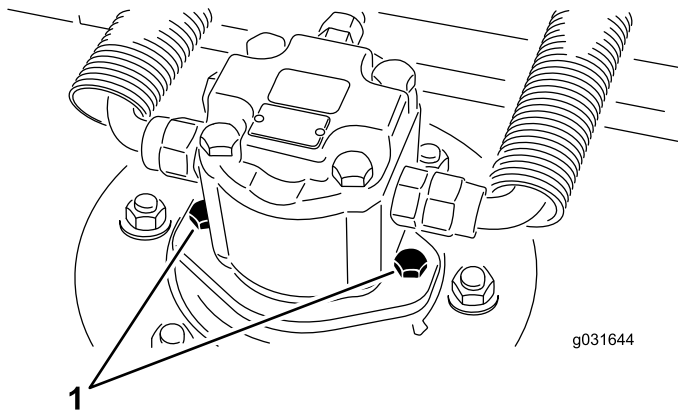

Figura 69
2. Scoatei uruburile de montare a motorului hidraulic i deconectai i scoatei motorul hidraulic din unitatea de tăiere (Figura 69).
4. Folosind uruburile de montare a motorului hidraulic, instalai motorul hidraulic pe unitatea de tăiere (Figura 69).